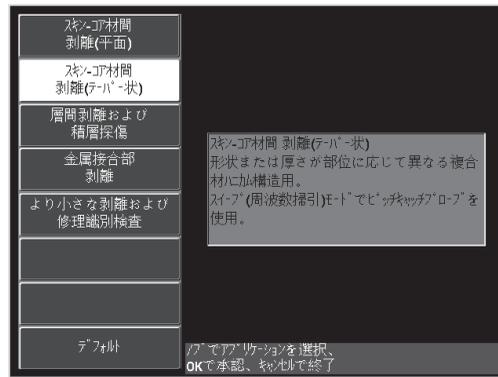

図 6-18 Skin To Core Disbonds (Tapered) (スキン - コア間剥離 (テーパ状)) アプリケーション
3. **Skin To Core Disbonds (Tapered)** (スキン - コア間剥離 (テーパ状)) アプリケーションを選択し、✓ を押して受け入れます (145 ページの図 6-18 参照)。